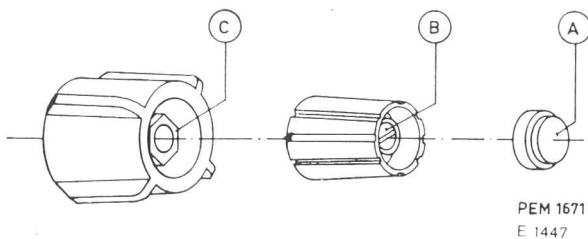

Abb. 10. Abnehmen der Knöpfe
B. ABNEHMEN DER KNÖPFE (siehe Abb. 10)